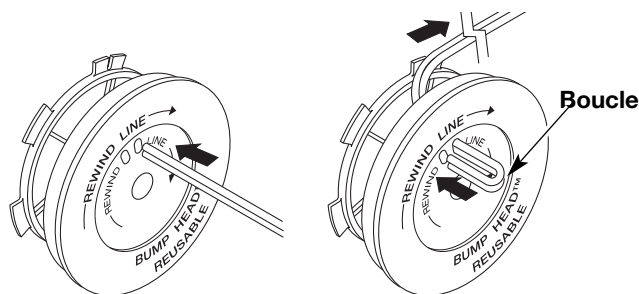

Fig. 21
8. Découpez environ 3 m (10 pi) de fil neuf. Insérez une extrémité de fil dans l'un des deux trous du moulinet intérieur (Fig. 21). Tirez le fil jusqu'à ne laisser que 10 cm (4 po) environ.
9. Insérez l'autre extrémité du fil dans le trou ouvert du moulinet et tirez sur le fil pour que la boucle soit le plus petit possible (Fig. 21).